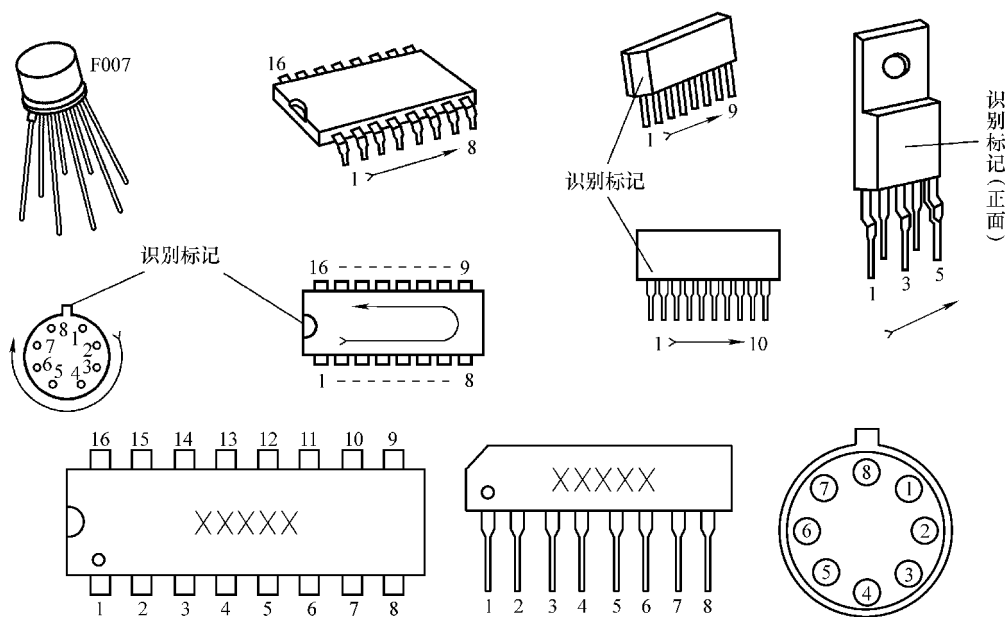

图 3-19 集成电路引脚的识读
常见集成电路外形和封装形式的引脚排列如图 3-19 所示。
(3) 集成电路引脚的识读方法
塑料扁平封装双列直插式集成电路引脚编号排列的识读方法是:面对集成电路印有型号字体的表面,找到 IC 的一角有一个黑点标记,从有标记端的左侧第一脚起逆时针依次为①、②、③……读完一侧后逆时针转另一侧再读,如图 3-19 所示。如果 IC 上没有标记点,可将 IC 上的文字符号方向放正,从左下角开始逆时针方向数。
金属圆筒形集成电路的识读方法是:引脚朝下,以间隙最大处或凸键为标记,右边起逆时针方向依次为引脚①、②、③……如图 3-19 所示。